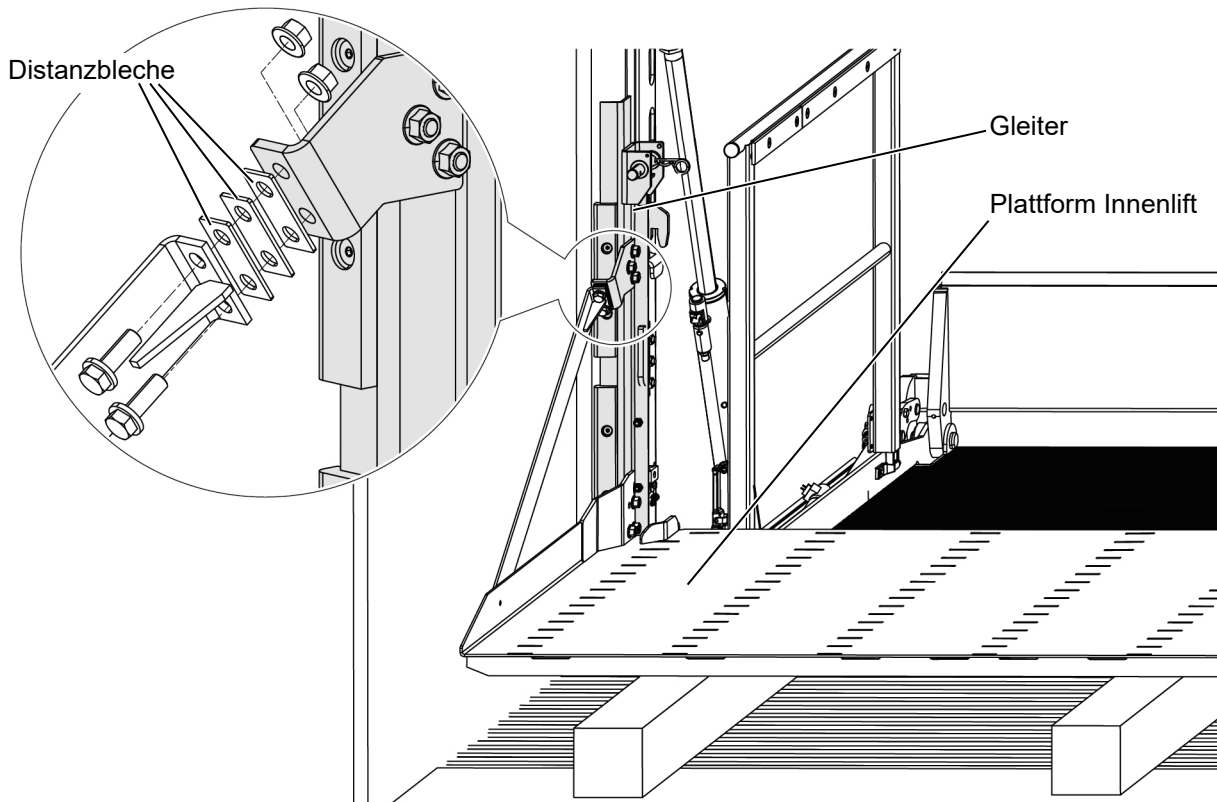
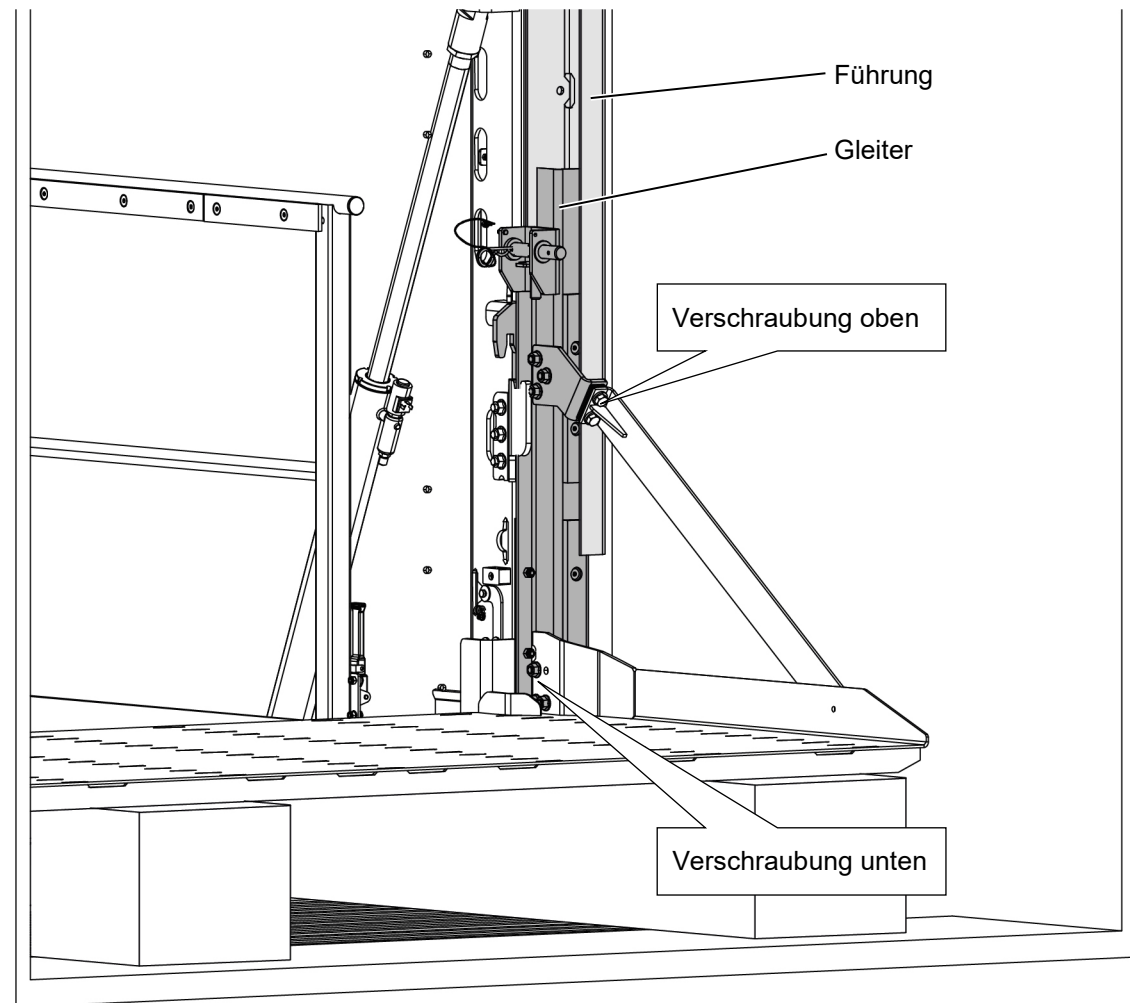

Abbildung 19: Gleiter rechts montieren, Ansicht vom Fahrzeuginneren
Abbildung 22: Gleiter montieren
- Montieren Sie den rechten Gleiter an die Plattform des Innenliftes. Legen Sie dabei zwischen der Diagonalstrebe der Plattform des Innenliftes und dem Gleiter drei der mitgelieferten Distanzbleche unter (siehe Abbildung 19).
- Verschrauben Sie den linken Gleiter oben und unten mit der Plattform. Legen Sie dabei zwischen der Diagonalstrebe der Plattform des Innenliftes und dem Gleiter drei der mitgelieferten Distanzbleche unter (siehe Abbildung 22, Seite 33 und Abbildung 19, Seite 30).